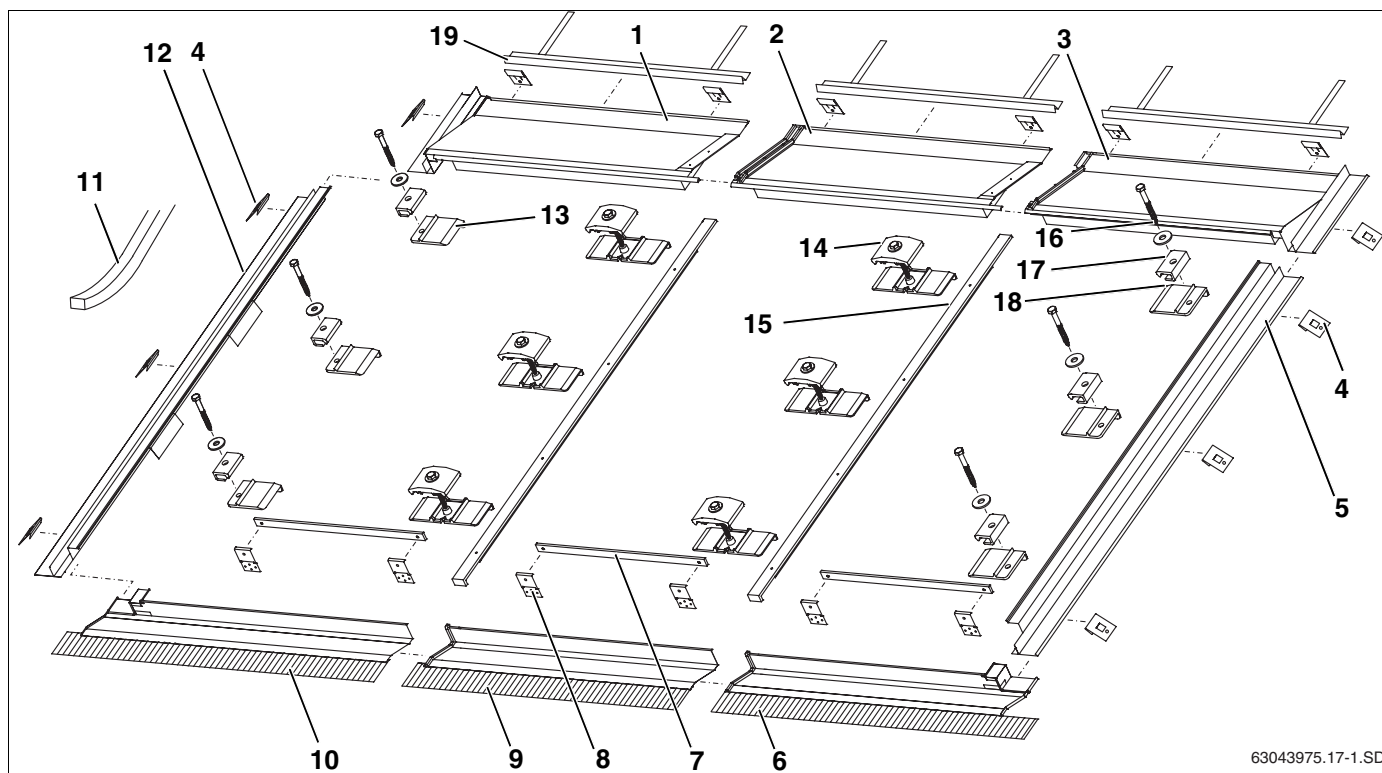

Fig. 2 1 Kit de base pour les capteurs extérieurs et 1 kit d'extension pour le capteur du milieu (vertical, une rangée)
Les tôles de recouvrement inférieures (fig. 2, **pos. 6, 9** et **10**) sont adaptées aux couvertures en ardoises ou bardeaux sans feuille protectrice en plomb.
#### Kit de montage de base pour les deux capteurs extérieurs d'une rangée de capteurs (fig. 2) :
#### Kit d'extension, par capteur supplémentaire (fig. 2) :